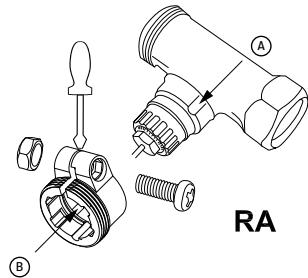

Abb. 3
Die Ventilkörper von Danfoss weisen umlaufend längliche Einkerbungen **A** auf (siehe Pfeil, Abb. 3), die einen besseren Sitz des Adapters nach dem Aufrasten gewährleisten.
- ▶ Achten Sie bei der Montage darauf, dass die Zapfen im Inneren des jeweiligen Adapters **B** (Abb. 3–5) eine deckungsgleiche Position zu den Einkerbungen **A** am Ventil haben.